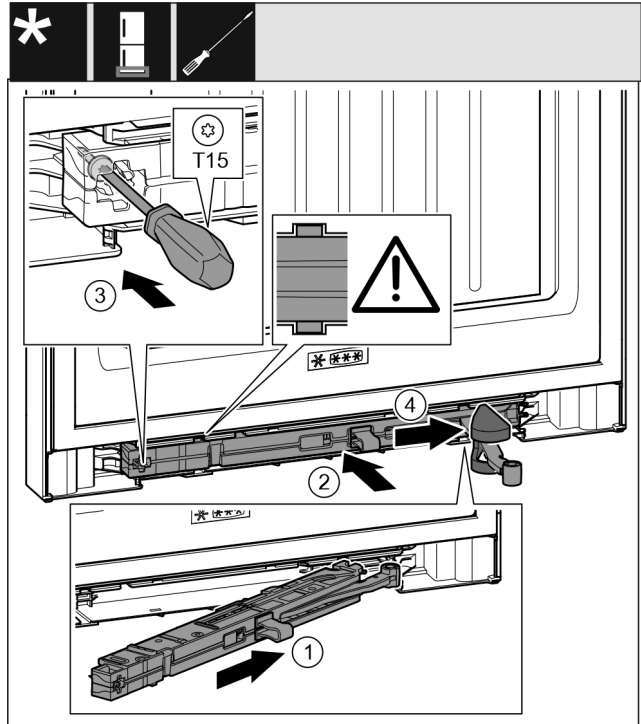

Fig. 46
- ▶ Työnnä sulkuvaimenninyksikkö laakeripukin puolella vinosti aukkoon rajoittimeen asti. *Fig. 46 (1)*
- ▶ Työnnä sulkuvaimenninyksikkö kokonaan aukkoon. *Fig. 46 (2)*
- ▶ Kiristä ruuvi T15-ruuvimeisselillä. *Fig. 46 (3)*
- ▶ Työnnä suojuksen nivelen päälle. *Fig. 46 (4)*